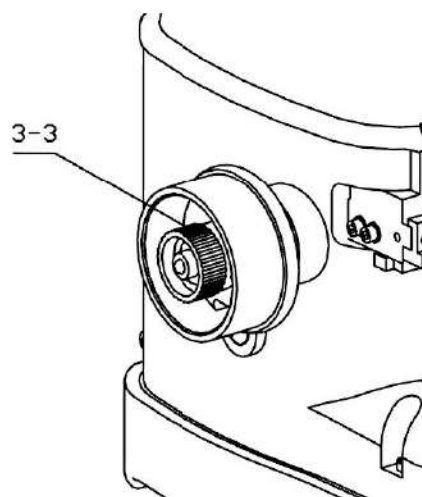

图 8
4.7 针距调节 (见图 8)
4.7 Adjusting the Stitch Length (Seeing Fig.8)